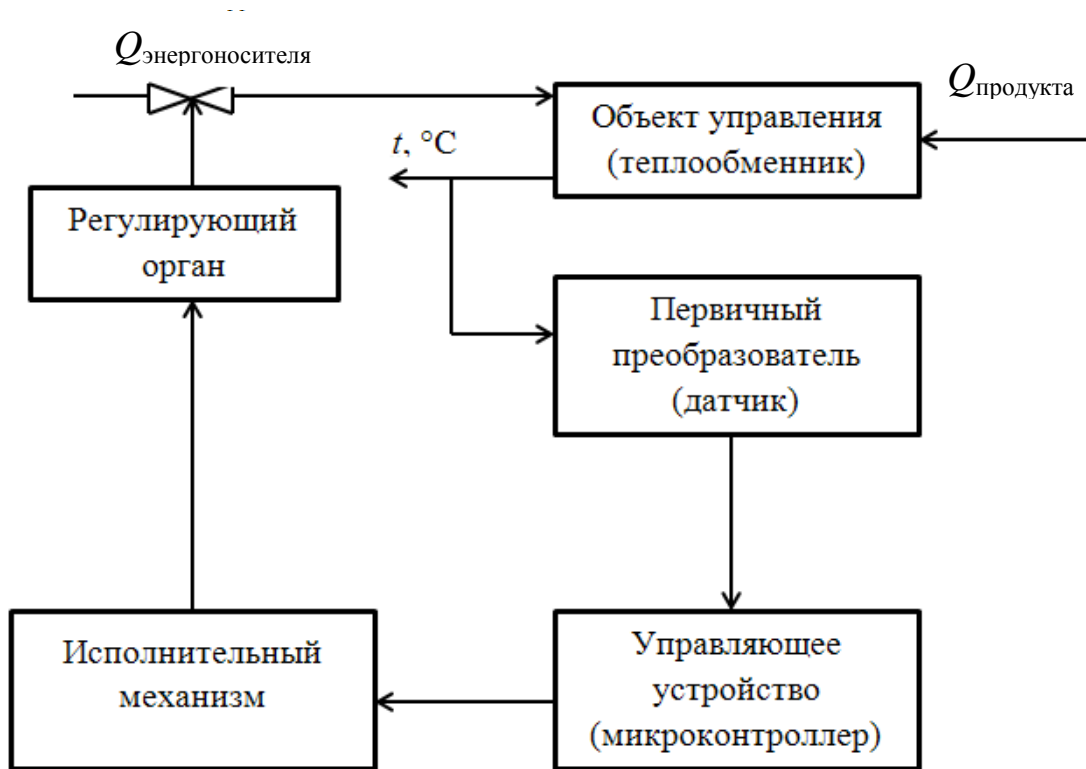

Рис. 4
3. Укажите, какой принцип регулирования температуры продукта на выходе из теплообменника применен в структуре управления на рис. 4.